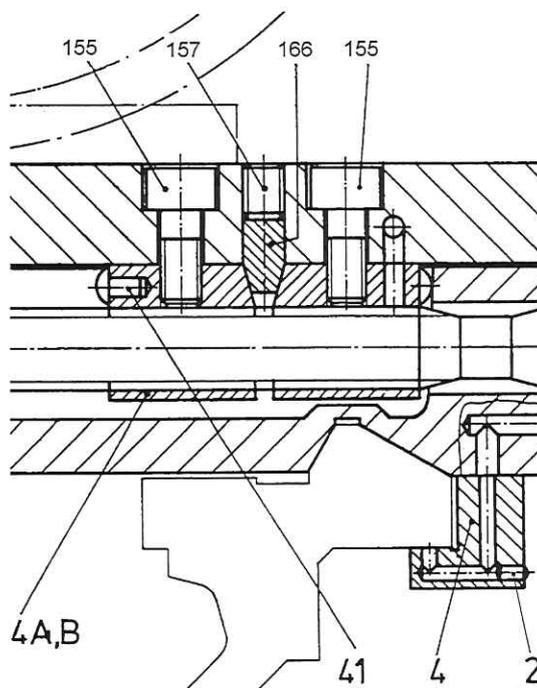

Bild 6- 10: Planspindelmutter
1. Beide Innensechskantschrauben (Bild 6- 10/155) in der Mitte des Planschlittens etwas lockern,